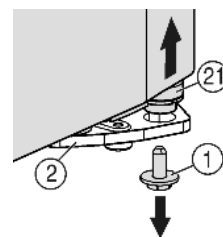
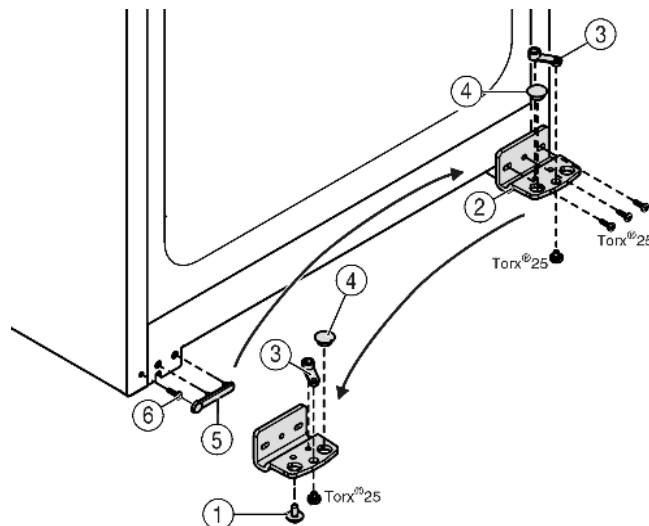

Fig. 5
Fig. 6
- ▶ Vpravo dole na stojanu ložiska vyšroubujte pojistný šroub Fig. 5 (1).
- ▶ Ložiskový čep Fig. 5 (21) se uvolní ze stojanu ložiska Fig. 6 (2).
- ▶ Pokud se ložiskový čep Fig. 5 (21) neuvolní, vytlačte čep zdola.
- ▶ Našroubujte stojan ložiska Fig. 6 (2).
- ▶ Našroubujte ložiskový díl Fig. 6 (3) a přemístěte do protilehlého upínacího otvoru stojanu ložiska, opět přišroubujte.
- ▶ Vyjměte ze stojanu ložiska zátku Fig. 6 (4) a nasad'te do protilehlého upínacího otvoru stojanu ložiska.
- ▶ Opatrně zvedněte kryt Fig. 6 (5) na straně madla.
- ▶ Vyšroubujte šroub Fig. 6 (6) a na protější straně ho opět nasad'te.
- ▶ Kryt Fig. 6 (5) opět nasad'te.
- ▶ Přišroubujte opět stojan ložiska Fig. 6 (2) na novou stranu závěsu (**silou 4 Nm**), příp. pomocí akumulátorového šroubováku.
- ▶ Zašroubujte a dotáhněte pojistný šroub Fig. 5 (1) dole do ložiskového čepu (**silou 4 Nm**).